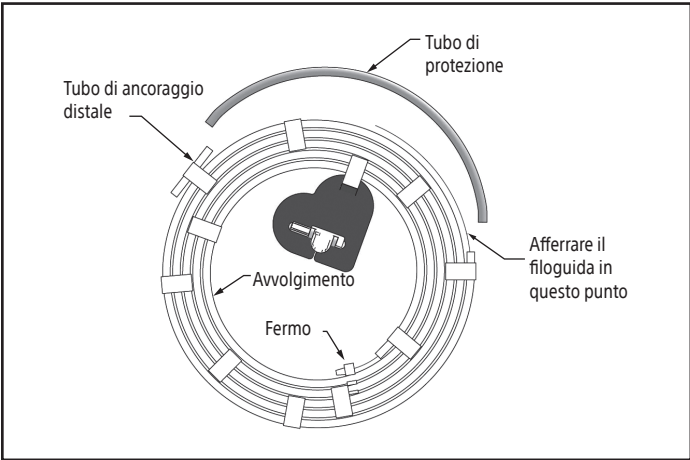

Figura 6.
**Nota:** il filoguida può essere estratto dalla confezione per essere inserito direttamente nel catetere guida (cfr. Figura 6). Controllare che il filoguida non presenti alcun danno. Non utilizzare se danneggiato.